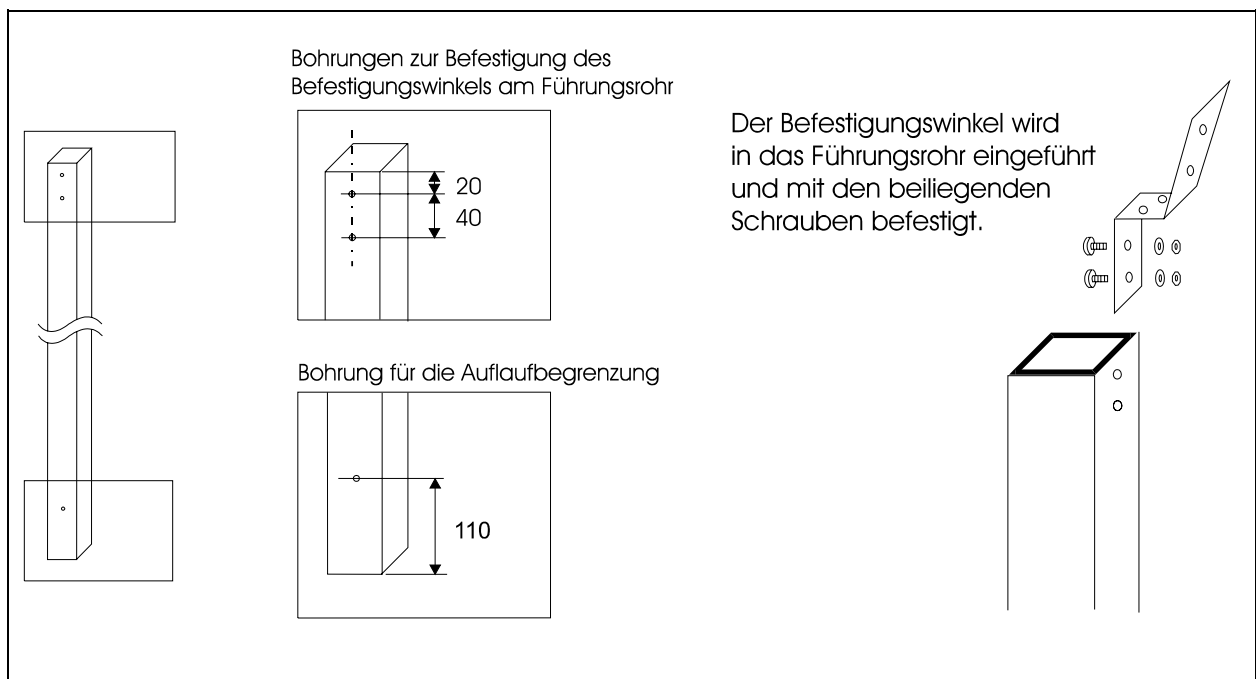

Bild 2: Montage Auflaufbegrenzung und Befestigungswinkel
- Im nächsten Schritt wird das Führungsrohr der Variablen Saugleitung für die Montage vorbereitet. Montieren Sie den Befestigungswinkel an dem Führungsrohr. (siehe Bild 2)
Zum Anschrauben des Befestigungswinkels sind an dem Führungsrohr zwei Löcher vorgebohrt. Danach wird der Schwimmer auf das Führungsrohr geschoben und die Auflaufbegrenzung in die vorgebohrten Löcher (siehe Bild 2) gesteckt.